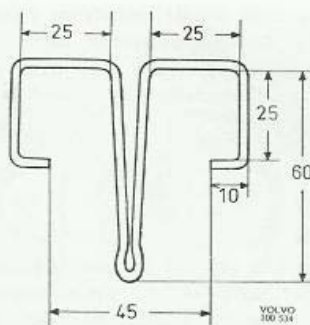
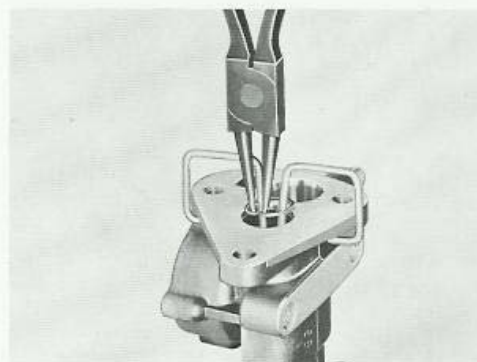
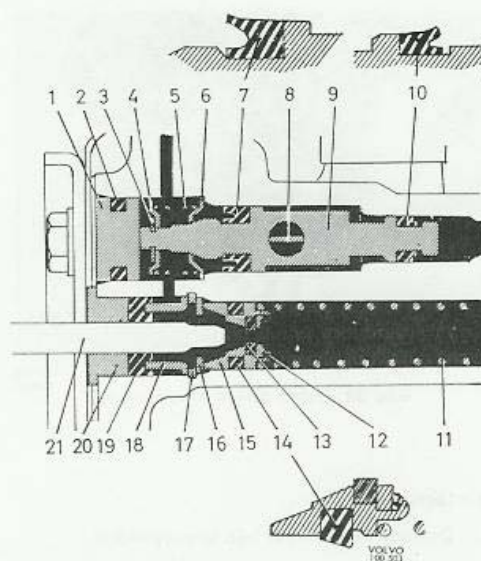
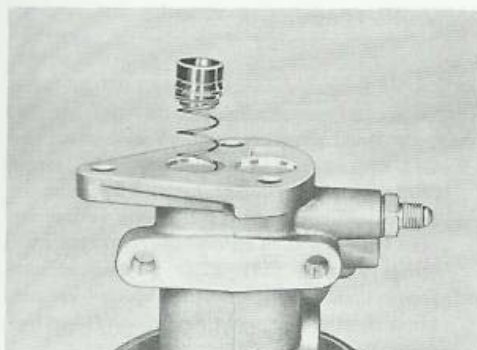

Bild 91. Klämma
Bild 92. Demontering av läsring
Bild 94. Hydrauldetaljer
Bild 95. Montering av tryckkolv
5. Demontera styrhysan (20), packningen (19) och distanshysan (18). Pressa samman tryckcylinderns retur fjäder med hjälp av en klämma tillverkad enligt bild 91 och monterad enligt bild 92. Demontera därefter läsringen (17) försiktigt med hjälp av en låsringstång. Ta bort klämman och demontera de övriga detaljerna.
1. Ta en ny kolv (15 bild 94) med inre packning (13) monterad. Montera kolvpackningen (14) och vänd den som framgår av bilden. Trä på fjädern (11) på kolven. Doppa kolven i bromsvätska och för in fjädern i cylindern, se bild 95. Montera brickan (16) och tryck försiktigt in kolven med hjälp av klämman. Montera försiktigt läsringen, jämför bild 92. Kontrollera att ringen kommer ordentligt i sitt spår. Sätt packningen (19) på distanshylsan (18) och montera denna. Sätt hylsan (20) på sin plats.
2. Sätt på packningarna (7 och 10) på reglerkolven och vänd dem enligt bilden. Montera brickor, fjädrar och läsbricka (3).